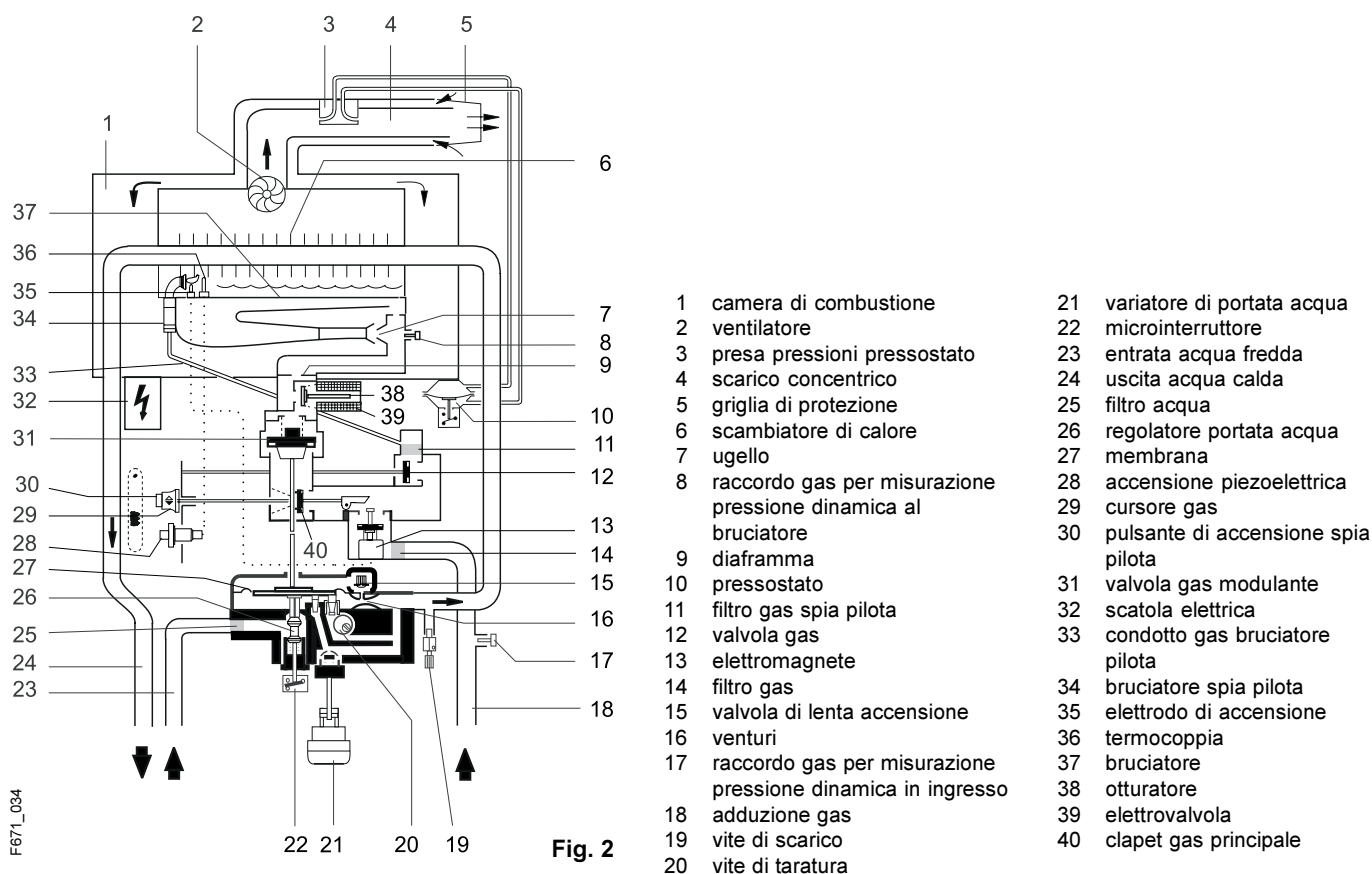

Fig. 2
Misure di installazione: vedi fig. 2.
Smontaggio del mantello (fig. 2)
- Sfilare la manopola di regolazione acqua (fig. 2, pos. 4) e svitare la sottostante boccola filettata.
- A mantello chiuso ruotare a fondo corsa, in senso antiorario, la manopola di regolazione della portata acqua (fig. 2, pos. 4) ed aprire tutti punti di prelievo.